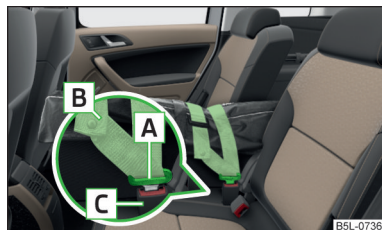

Fig. 92
- Meta las lengüetas [A] » fig. 92 en los cierres del cinturón de seguridad central [C], primero a un lado y luego al otro lado.